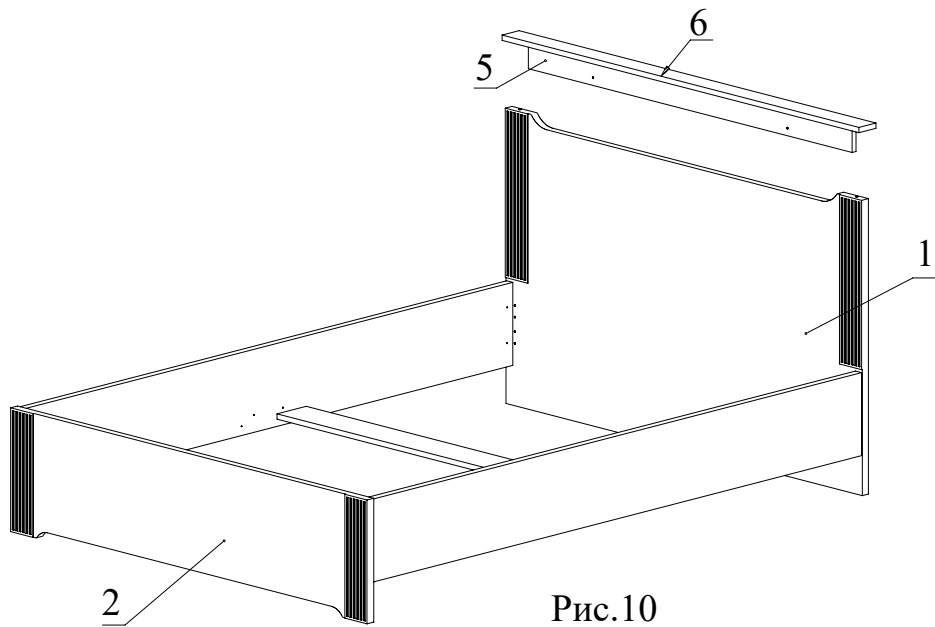

Рис.10
10. Соберите сборку согласно схеме, затянув головки минификсов (Рис. 10). Деталь 5 с деталью 1 соедините при помощи шурупов 4х30.